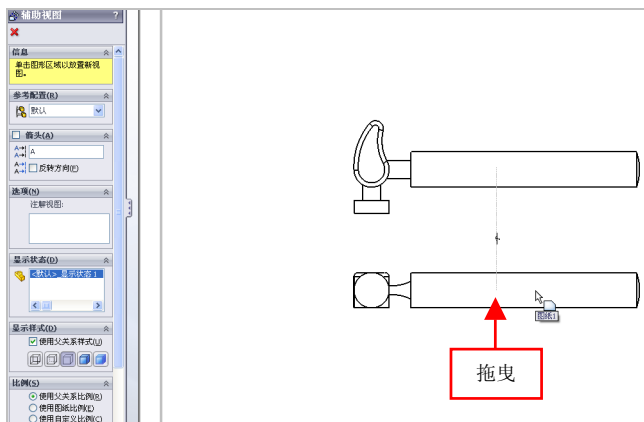

图 11-22 向下拖曳鼠标
(3) 弹出【辅助视图】属性管理器，在绘图区中，选择最上方水平直线，并向下拖曳鼠标，如图 11-22 所示。